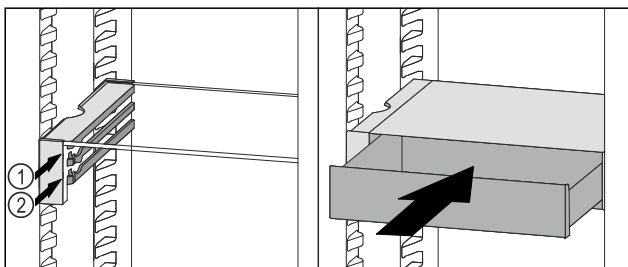

Fig. 39
- ▶ VarioSafe-Schubfach hinter den Stopperrn auf gewünschter Rippe Fig. 39 (1) oder Fig. 39 (2) aufsetzen.